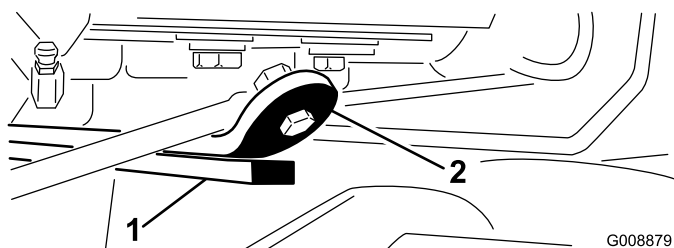

Figura 25
3. Ligue o motor, eleve os braços de elevação e certifique-se de que a folga entre a fita de atrito na barra de atrito da parte superior da unidade de corte e a correia do amortecedor é de 0,51 a 2,54 mm (Figura 25).